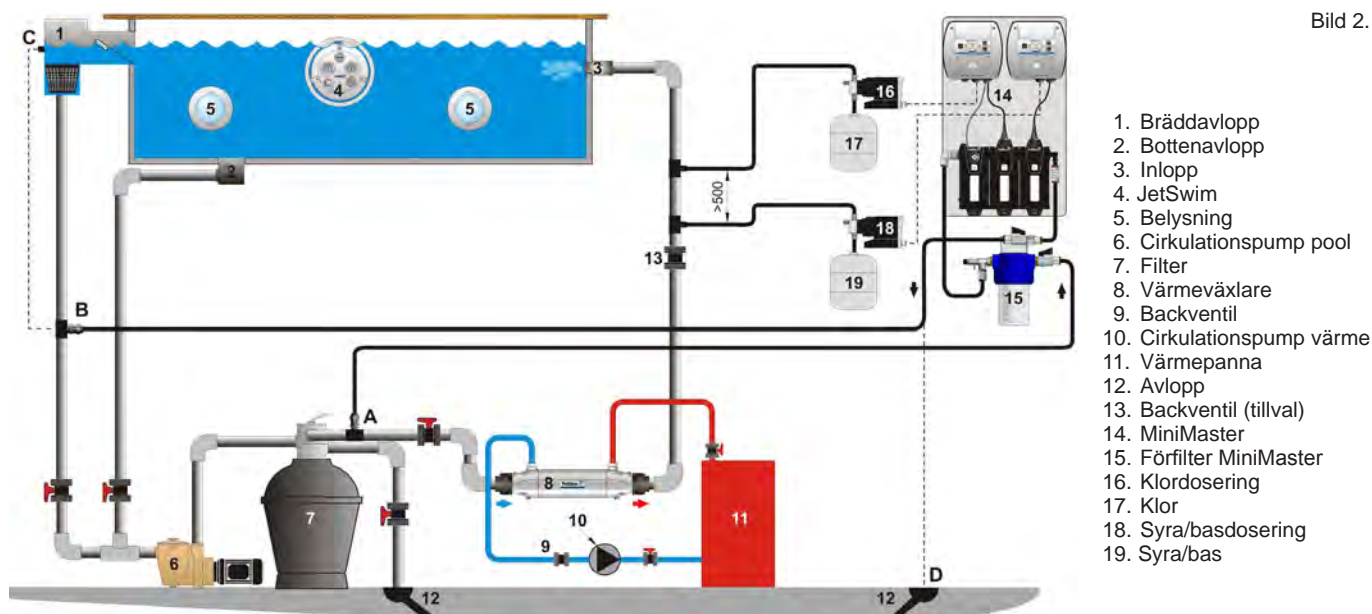

Bild 2.
För att minimera korrosionsrisk skall all dosering placeras EFTER all övrig utrustning. Doserpunkter för flytande syra och klor skall vara så långt åtskilda som det är möjligt i cirkulationssystemet, dock minst 500 mm och ALLTID KLORDOSERING SIST, se bild 2.
7. **Inlopp A:** Montera en anborningsbygel efter sandfiltret på poolcirkulationspumpens trycksida (se A bild 2).
8. **Utlopp B:** Montera en anborningsbygel efter bräddavloppet på poolcirkulationspumpens sug sida (se B bild 2).
Led slangen direkt ner i bräddavloppet (C, bild 2), till en utjämnings tank eller ett avlopp.
3. Tryck in knappen Flow (J) hos någon av styrenheterna. (Behöver bara göras på den vänstra styrenheten när det är två.)
4. Justera flödet med flödesskruven (L) till dess diod nr 1 till och med 4 lysar. Kontrollera att det flödar genom modulerna (kan ses i fönstret (M)) och att det flödar fritt genom slangarna.
5. Om utloppsslangen är monterad på pumpens sug sida (alt B bild 2) skall kulventil L2 (bild 7) vara öppen 25–50% för att undvika undertryck i elektrodmodulerna. Kontrollera och justera eventuellt flödet igen.